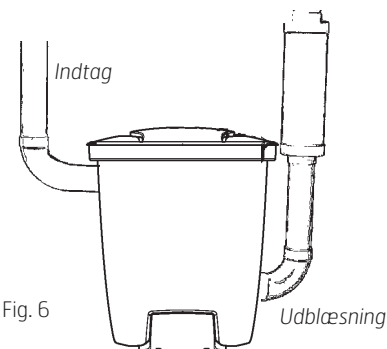

Fig. 6
5. Monter proppen på det udtag, hvor sugerørsfatningen tidligere sad. Skru den fast ved hjælp af de fire skruer. Udblæsningsrøret skal strammes godt til på væggen for at sikre, at det ikke kommer til at sidde løst på fatningen. Husk, at du skal kunne dreje det bøjede rør i forskellige retninger for at sikre et ordentligt rørlayout. Tilslut derefter udblæsningsrøret og lyddæmperen, fig. 6. Monter centralstøvsugeren, så udblæsningsrøret er så kort som muligt, maks. 10 meter. Tag hensyn til dine omgivelser i forbindelse med placering af udblæsningen. Derfor bør du altid montere en lyddæmper.